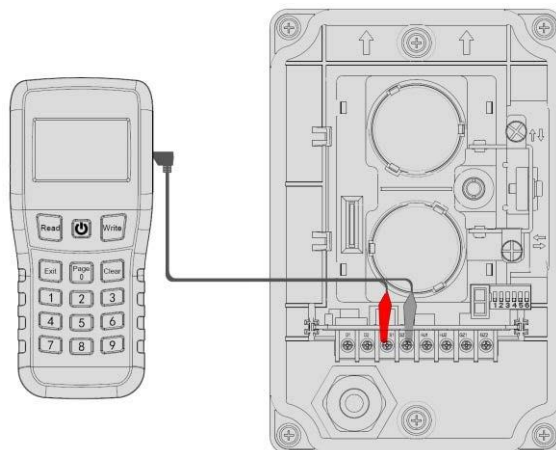

Figura 8: Detalles de conexión del programador
Conectar el programador de mano a los terminales S1 y S2. Consulte la figura 8.
- b. Una vez localizada la marca, afloje el tornillo M4x12 y ajuste la rueda de ajuste horizontal o vertical hasta que la marca del rayo láser esté en el centro del espejo. Consulte la figura 8.